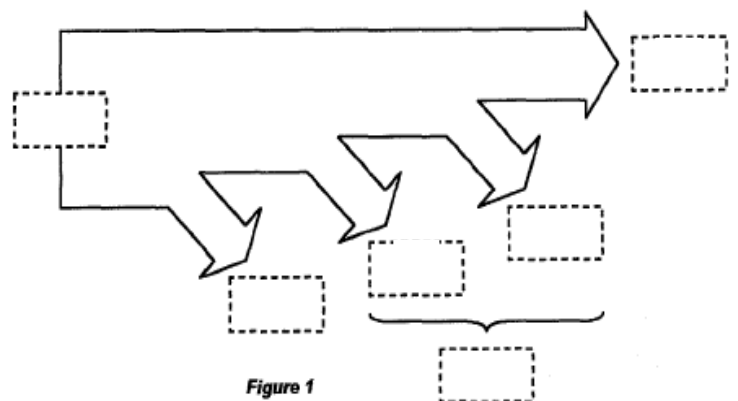

Figure 1
5. Compléter le bilan des puissances en charge (figure 1) du document ci-après en nommant les puissances mises en jeu.